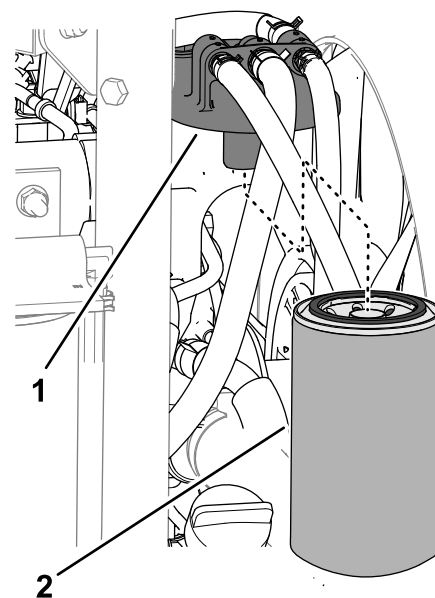

図 117
2. 燃料フィルタのヘッドの周囲をきれいに拭く **図 117**。
3. フィルタを外してヘッド取り付け部をきれいに拭く **図 117**。